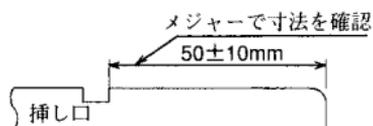

図67 挿し口端面から溝までの距離の確認
- ②図67のように溝と挿し口端面の距離が挿し口全周にわたって $50\pm 10\text{mm}$ の範囲内であることを確認する。